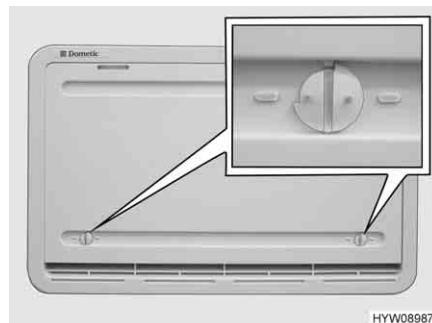

Fig. 139 Copertura invernale (griglia di aerazione del frigorifero)
Le coperture invernali (Fig. 139) proteggono il gruppo frigorifero dall'aria fredda. Posizionare le coperture invernali davanti a entrambe le griglie di aerazione del frigorifero quando la temperatura esterna scende al di sotto di +10 °C (sia per funzionamento elettrico che a gas).
- Aprire entrambi i blocchaggi (Fig. 139), la scanalatura risulterà orizzontale.